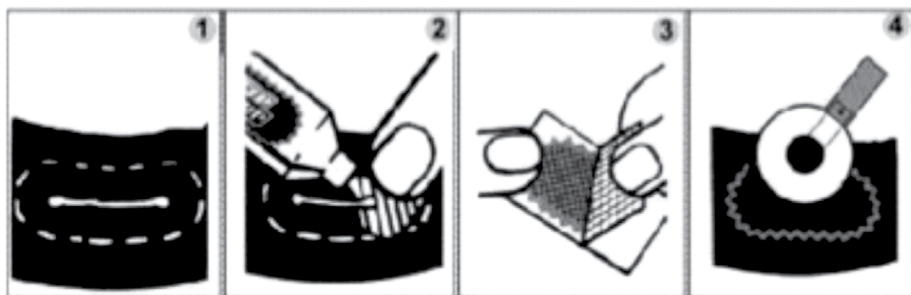

Рисунок 5 – схема ремонта шин пластырем
Зашероховать место вокруг повреждения размером больше выбранного пластыря (1). Отшерохованный участок обезжирить буферным очистителем БХЗ, либо нанести равномерный слой клея, который тут же соскоблить вместе с шерохованной пылью. Дважды промазать клеем и тщательно просушить после каждой промазки (2). С пластыря снять защитную плёнку и этой стороной пластыря наложить на повреждение (3). Плотнo прикатать роликoм от центра к краям (4) см. Рисунок 5.